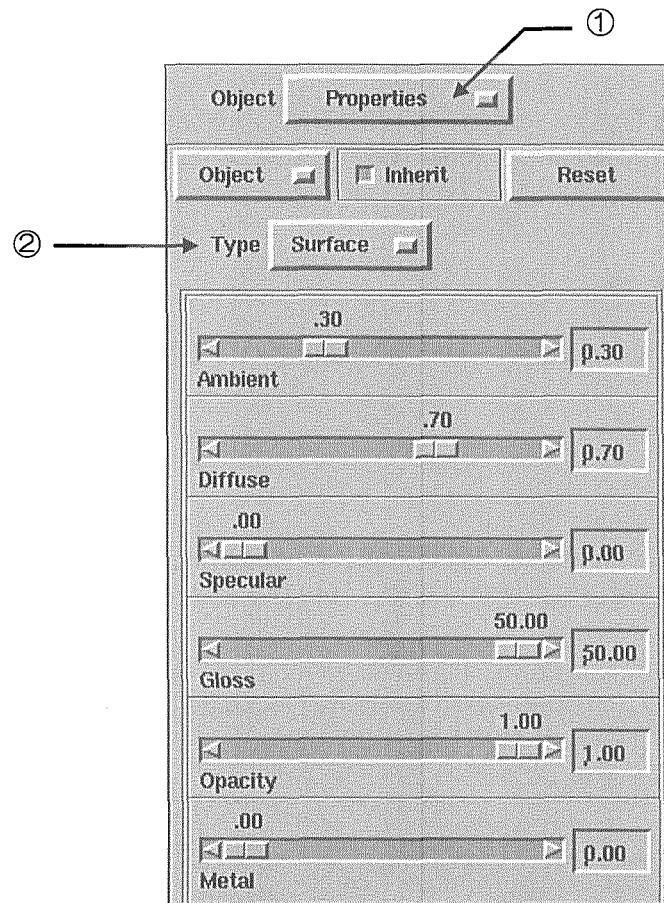

図 3-20 [Surface] オブジェクトエディタ・メニュー
オブジェクトエディタ・メニューから [Properties] を選択します(図 3-20 ①)。
メニューの中の Type 選択メニューから [Surface] を選択します(図 3-20 ②)。
メニューは図 3-20 のように変わります。